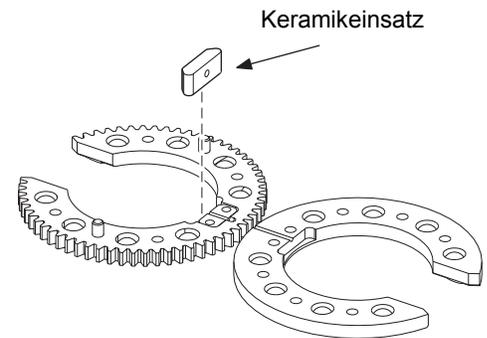

Abbildung 41 Entfernen des Keramikeinsatzes
7. Entfernen Sie den Keramikeinsatz. Siehe Abbildung 41.